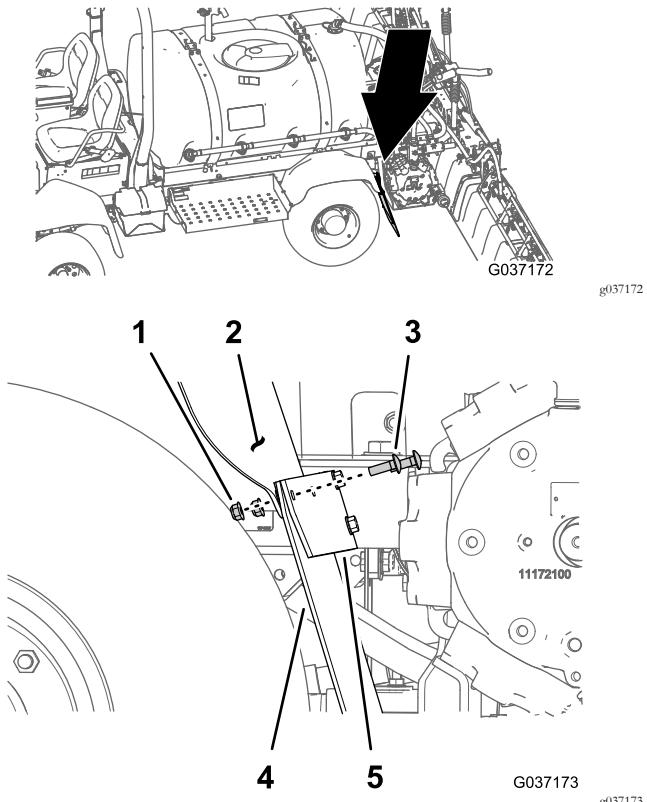

Figura 11
1. Retire los 2 pernos de cuello cuadrado (5/16" x 1") y las 2 contratuerzas con arandela prensada (5/16") que sujetan la aleta y el guardabarros a la pletina de la aleta (Figura 11).
2. Alinee los orificios en el soporte de la válvula de drenaje, la pletina de la aleta, el guardabarros y la aleta (Figura 11).